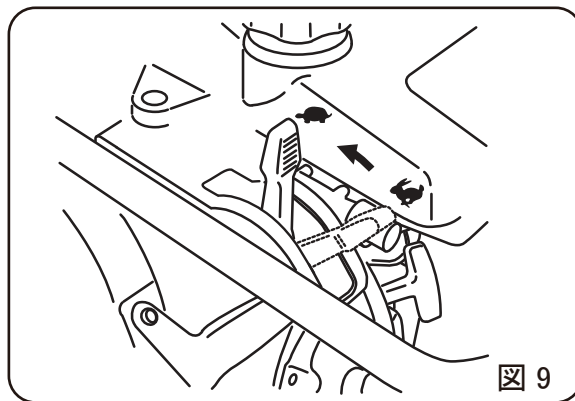

図 9
- 6 作業を中断する時は、作動させる時の反対に調速レバーを急激に運転からアイドルへ操作して下さい。(図9)調速レバーはゆっくり動かさないで下さい。